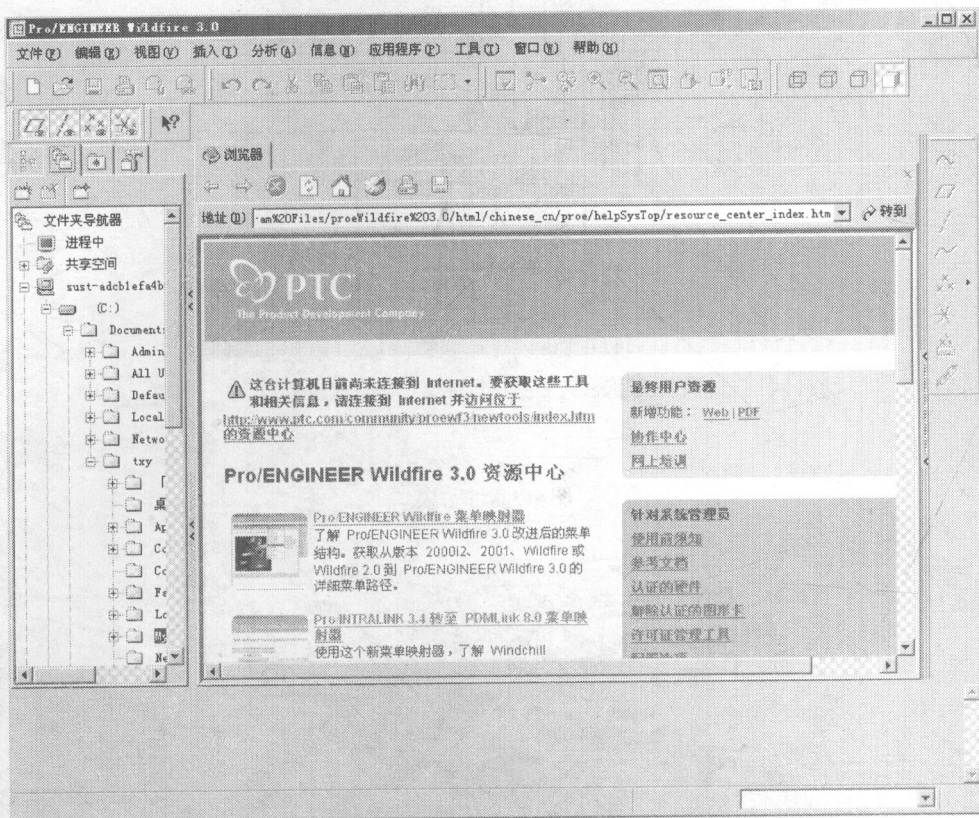

图 1-5 Pro/ENGINEER Wildfire 3.0 软件界面
(1) 启动 Pro/ENGINEER Wildfire 3.0, 软件界面如图 1-5 所示。